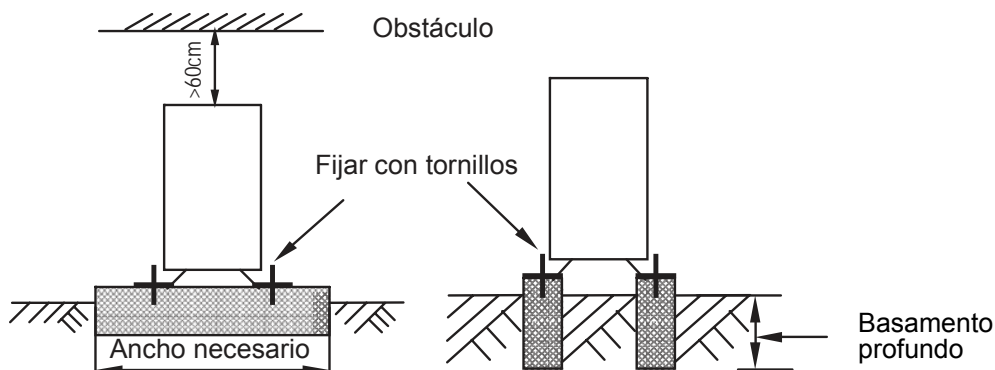

Ilustración 18
- Haga un basamento de concreto (ver ilustración 18).